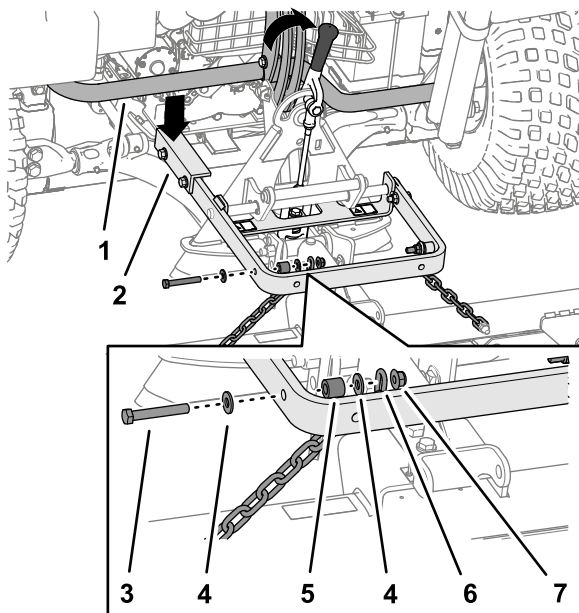

图 7
**重要事项** 提升臂总成的长臂必须位于主机后机架总成的下方图 7。
因此当提起并移动附件时务必使用附件的连接器的背面图 7。
5. 使用 1 个螺栓  $\frac{3}{8}$  x  $2\frac{1}{2}$  英寸、2 个垫圈  $\frac{3}{8}$  x  $\frac{7}{8}$  英寸、1 个隔片和 1 个锁紧螺母  $\frac{3}{8}$  英寸将每个链条最上面的链环固定到提升臂(图 7)的外侧。